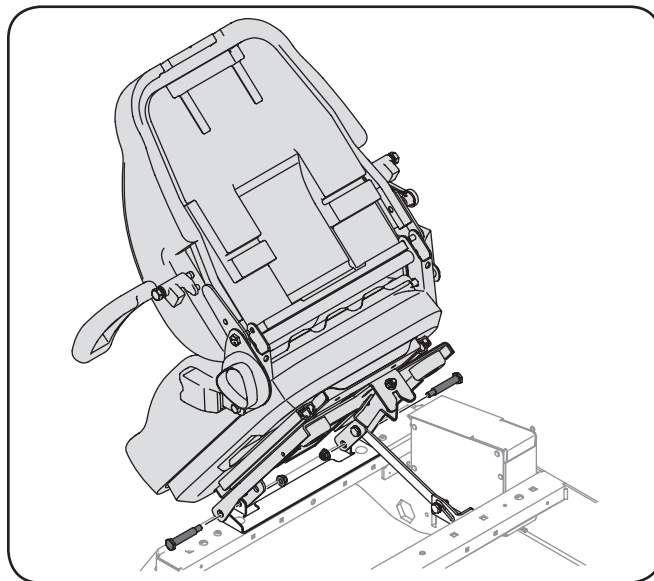

Figure 3-10
1. Retirez les deux écrous autobloquants, les rondelles et les boulons à épaulement du support du siège. Voir Figure 3-10.